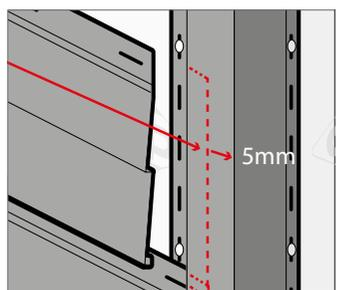

Figura 1
1. Procure que los paneles instalados puedan moverse libremente de lado a lado. Considerar 5mm de distancia en el encuentro entre el panel y los accesorios, para que éste se deslice (Figura 1).